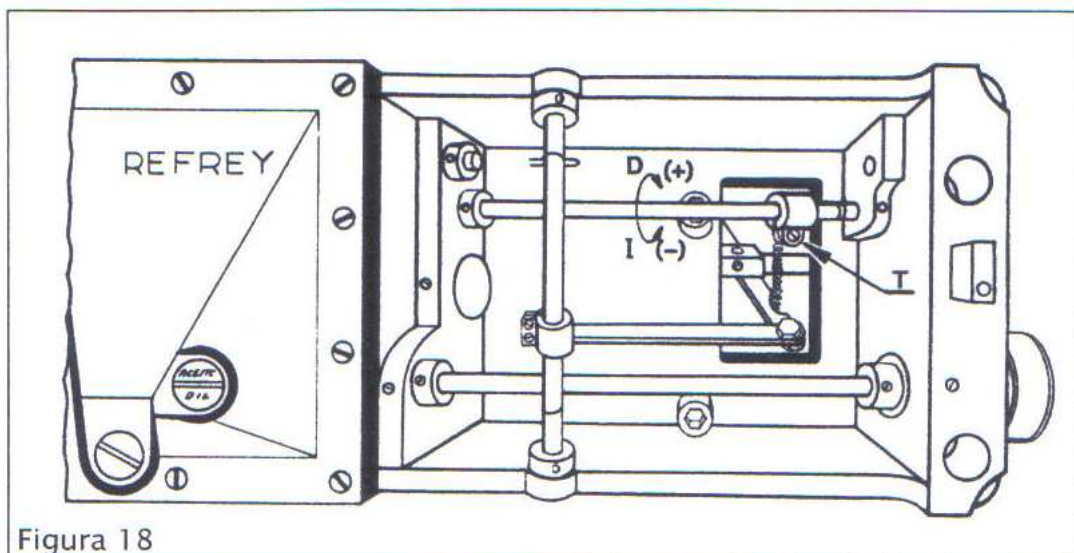

Figura 18
1. Si deseamos puntadas iguales hacia delante y hacia atrás, o bien que las puntadas hacia delante sean más perfectas que las puntadas de retroceso, o viceversa, se debe actuar sobre el tornillo T (figura 18).